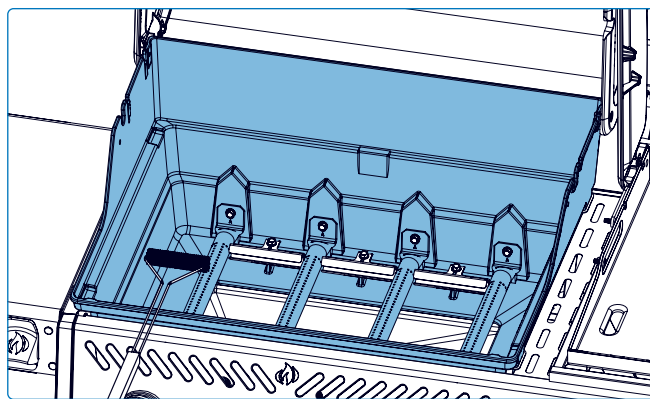

Fig. 23
1. Raspe su bandeja de goteo usando una espátula o raspador (**Fig 23**).